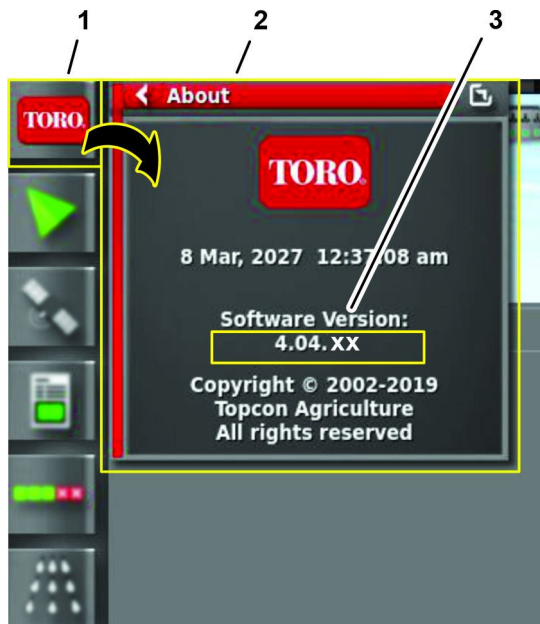

Figura 194
2. Pulse el icono ACERCA DE (Toro) en la esquina superior izquierda de la consola de control (Figura 194).